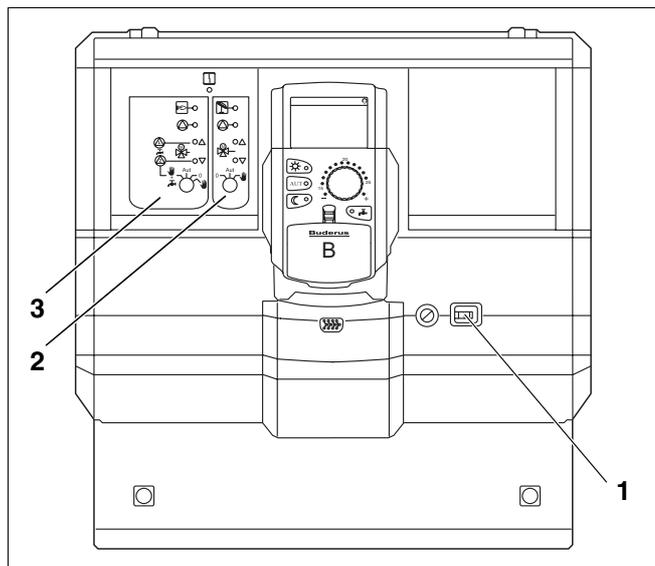

Рис. 16 Logamatic 4121
- Включить систему управления пусковым выключателем (рис. 16, поз. 1).
- Установить для отопительного контура 1 (если требуется, то и для контура ГВС) переключатель (рис. 16, поз. 3) в положение Рука или  или .
- Установить отопительный контур (рис. 16, поз. 2) на переключателе  в положение Рука .